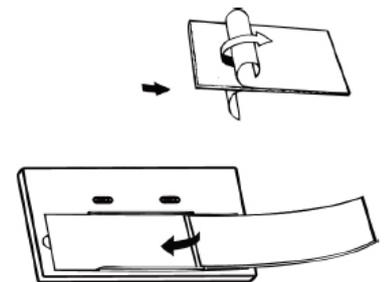

Fig.7
- b. La nouvelle lentille de couvercle intérieure s'installe après avoir retiré la pellicule protectrice. Insérez le bord d'attaque de la lentille sous les crochets de chaque côté de la cartouche. Repliez la lentille au centre et glissez-la en place sous les crochets (Fig. 7).